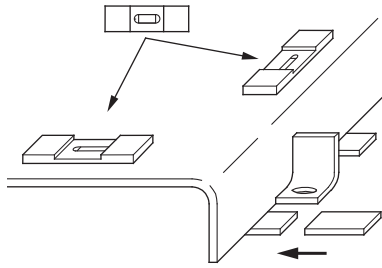
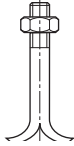

Afb. 5: Compensatieschijven op het oppervlak van het fundament
Afb. 6: Nivelleerschroeven op het oppervlak van het fundament
- Op elk schroefgat in het oppervlak van het fundament compensatieschijven (ca. 20–25 mm dik) leggen (zie afb. 5). U kunt ook nivelleerschroeven gebruiken (zie afb. 6).